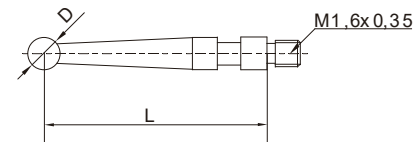

fig.6
4. Chaque type d'indicateur d'essai à cadran a une longueur de stylet spécifique (L, fig. 6). Si la longueur n'est pas correcte, cela entraînera une erreur de mesure. Veuillez vous reporter au tableau suivant pour choisir les stylets appropriés.